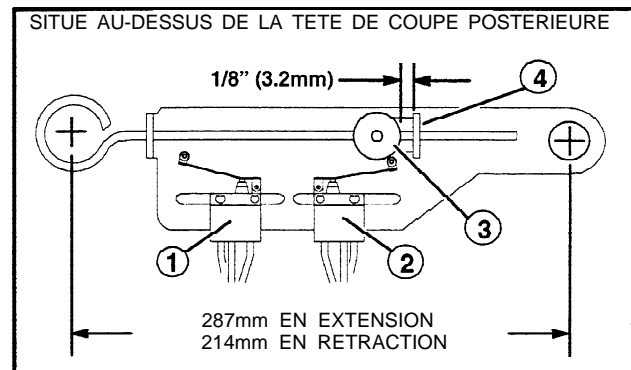

Figure 24
2. Lorsque vous avez terminé le réglage de l'interrupteur de commande de la séquence, passez aux interrupteurs de fin de course au-dessus de la tête postérieure (voir fig. 24).
3. Les têtes étant baissées à fond et les cylindres entièrement rétractés, vérifiez la présence d'un écart de 3,2 mm (1/8") entre la came et l'oreille ; pendant qu'elles sont toujours rétractées, vérifiez la présence d'un écart de 214 mm (8,7/16") entre les broches (voir fig. 24).
- VÉRIFIEZ que l'interrupteur de rétraction s'ouvre à 214 mm (8,7/16"), distance mesurée de broche à broche : s'il ne s'ouvre pas, la pression hydraulique est maintenue et endommage le système. Vérifiez, d'une broche à l'autre, la présence d'une dimension de 287 mm (11,5/16") lorsque les têtes sont soulevées et les cylindres sont allongés à fond (voir fig. 24).